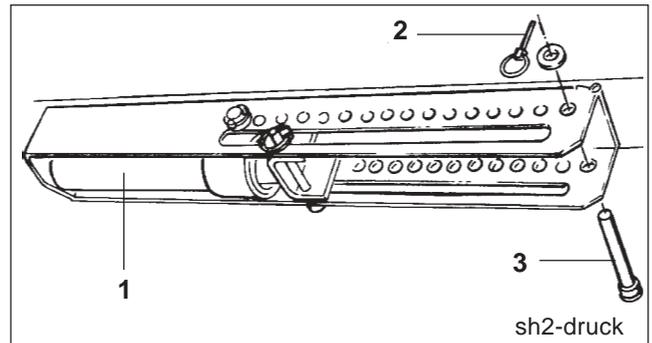

Fig. 22.7
- Hydraulikzylinder (Fig. 22.7/1) drucklos machen.
- Bolzen (Fig. 22.7/3) in eine Bohrung der Lochgruppe einstecken und mit einem Klappstecker (Fig. 22.7/2) sichern.